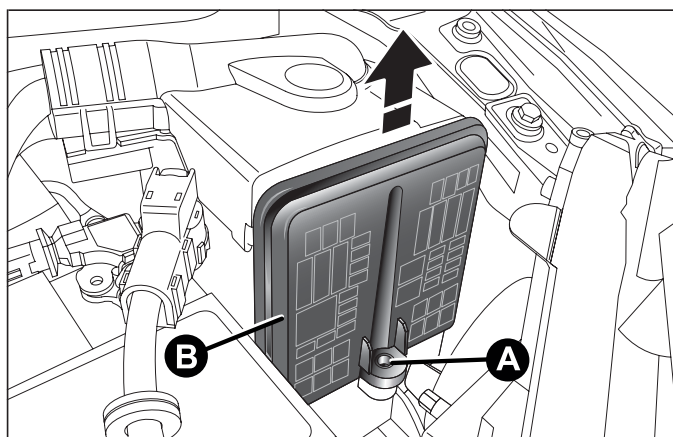
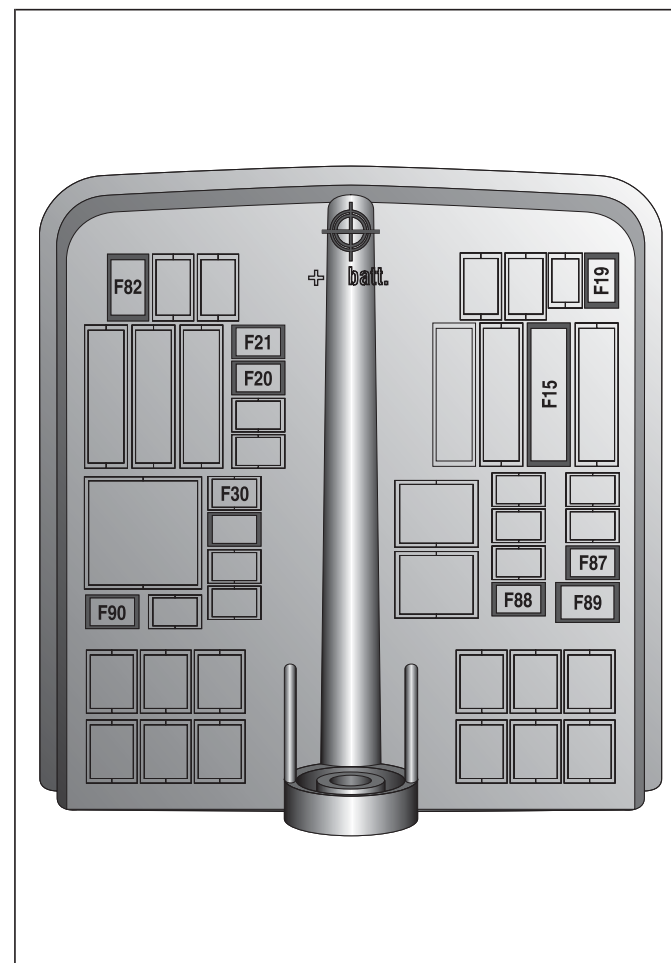

fig. 143
fig. 144
- svitare la vite A fig. 143, sfilare verso l'alto il coperchio B fig. 143 . La numerazione che individua il particolare elettrico corrispondente ad ogni fusibile è visibile sul coperchio fig. 144. Dopo aver sostituito un fusibile accertarsi di aver chiuso bene il coperchio B della centralina fusibili.